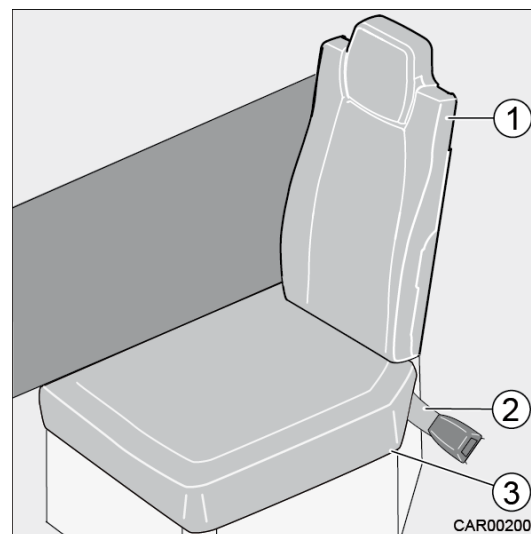

Fig. 29 Transformation de la banquette latérale
3. Insérer le dossier du siège (Fig. 29/1) dans les guides.
4. Retirer la boucle de ceinture (Fig. 29/2) hors du support sous le coussin d'assise (Fig. 29/3) et la laisser pendre sur le côté.